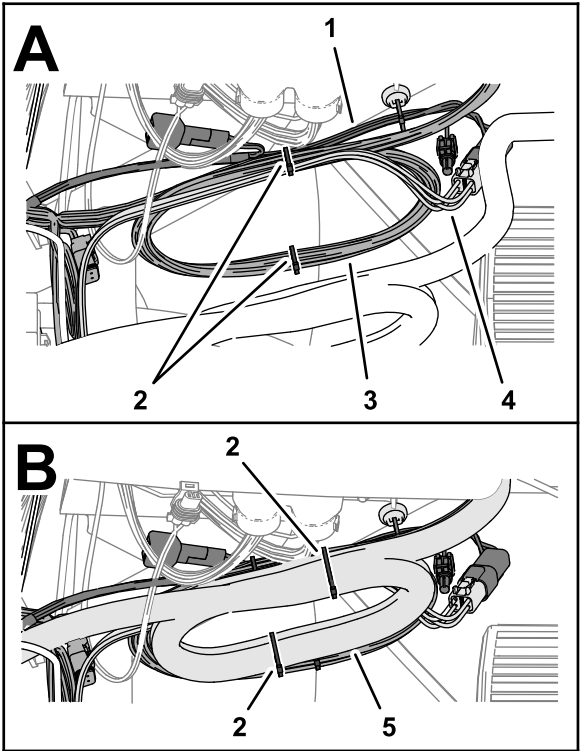

Figura 70
- 1. En el tubo superior derecho del bastidor, sujete el arnés de datos de navegación y eléctrico, y la rama CAN 2 ASC 10 BUS del arnés de cables al arnés del kit de fumigación con 2 bridas (Figura 70).
- 2. Enrolle y ate con 2 bridas el arnés de la antena del módem y el mazo del arnés de fumigación del kit (Figura 70).